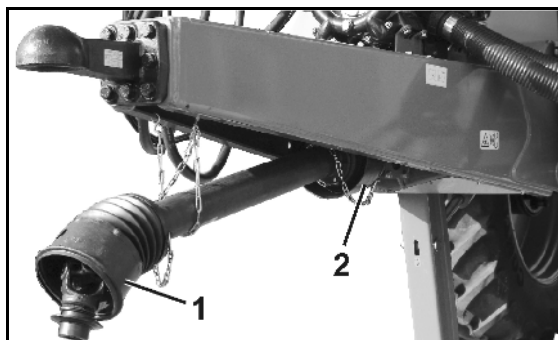

Fig. 13
- Fig. 13/...
- (1) Kraftoverføringsakselbeskyttelse med holdekæder
- (2) Beskyttelsestragt mod maskinen